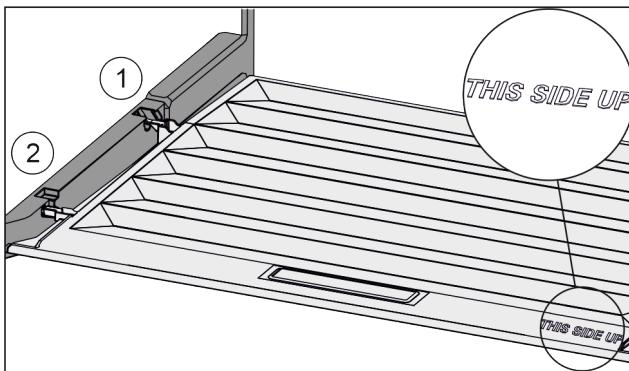

Fig. 42
- Вставить поперечные ребра крышки через отверстие заднего держателя Fig. 42 (1) и защелкнуть спереди в держателе Fig. 42 (2).